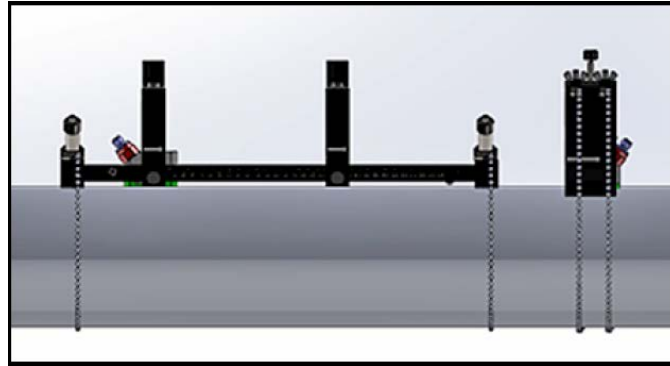

图 42: 完成后的安装（俯视图）
9. 拧紧支架螺丝，直到换能器稳固地与管子接触。完成后的奇数次横越安装应该像下面的 图 42 这样。